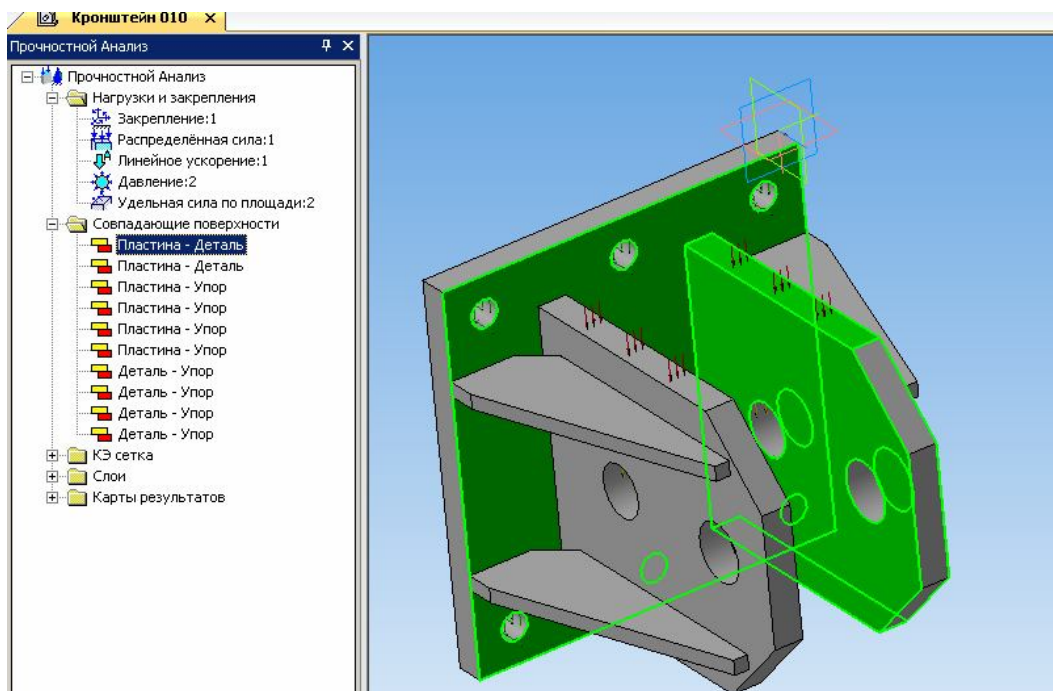

Рис. 2.8 Совпадающие грани
**Задать совпадающие поверхности** – команда осуществляет автоматический поиск совпадающих граней. После автоматического поиска все совпадающие грани будут размещены в дереве модели. В дереве модели можете выбрать совпадающие грани. При этом они подсвечиваются на самой модели (Рис. 2.8). Таким образом, можно проконтролировать все автоматически созданные совпадающие грани.